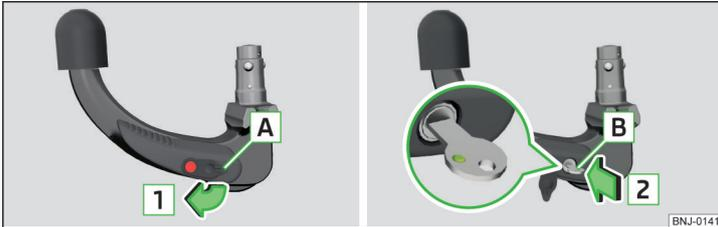

Abb. 151 Kappe vom Schloss abnehmen / Schlüssel in das Schloss stecken
- Die Kappe **A** vom Schloss in Pfeilrichtung **1** » Abb. 151 abnehmen.